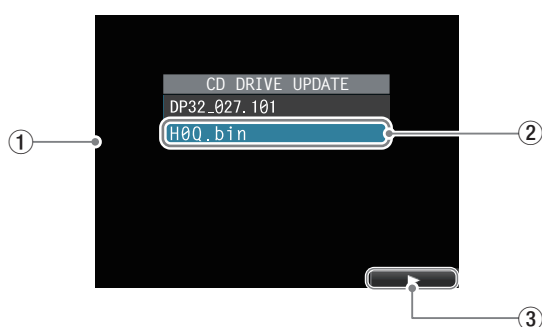

Fig 2
- When this unit is started in update mode, an update file selection screen opens (Fig. 2-①).
- Confirm the update file on the screen (Fig. 2-②). If multiple files are shown, use the **JOG/DATA** dial to select the update file (for the optical drive) to use.
- After selection, press the **F4** button (Fig. 2-③), which corresponds to the [▶] icon at the bottom right of the screen (Fig. 2-④), to open the update starting screen.
- To start the update, press the **F2** button, which corresponds to the "YES" icon (Fig. 2-⑤).
- 本機がアップデートモードで起動するとアップデートファイル選択画面 (Fig2-①) に移動する。
- 画面上的アップデートファイル (Fig2-②) を確認し、ファイルが複数表示されている場合は、カーソルを**JOG/DATA**ダイヤルで操作し、目的のアップデートファイル [光学ドライブ用] を選択する。
- 選択後、画面右下の [▶] マーク (Fig2-③) に対応する**F4** ボタンを押し、アップデートファイル開始画面 (Fig2-④) に移動する。